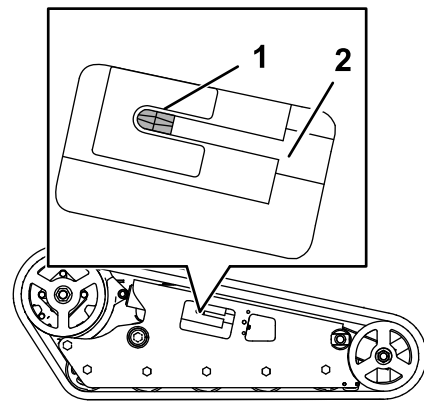

Bild 59
13. Drehen Sie die Spannschraube mit einer Ratsche ($\frac{1}{2}$ ") nach links, bis die Spannschraube ganz eingeschraubt ist (Bild 59).
21. Prüfen Sie, ob der Spannblock ganz eingeschraubt ist (**Bild 59**).